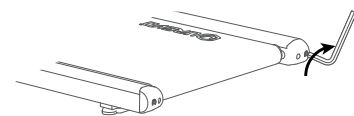

Figure 2
- Si la courroie de marche s'est déplacée vers la droite, utilisez la clé hexagonale pour tourner la vis du rouleau de renvoi gauche dans le sens des aiguilles d'une montre de 1/4 de tour (voir figure 2).